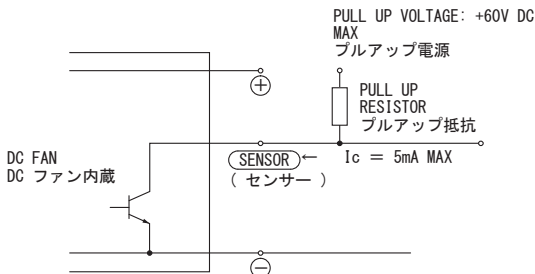

図 4.1 ファンセンサー接続例
■各ファンモータにはファンセンサー機能を内蔵しており、ファンの動作に合わせ信号を出力します。ファンセンサーの仕様を表 4.1、接続方法(例)を図 4.1 に示します。